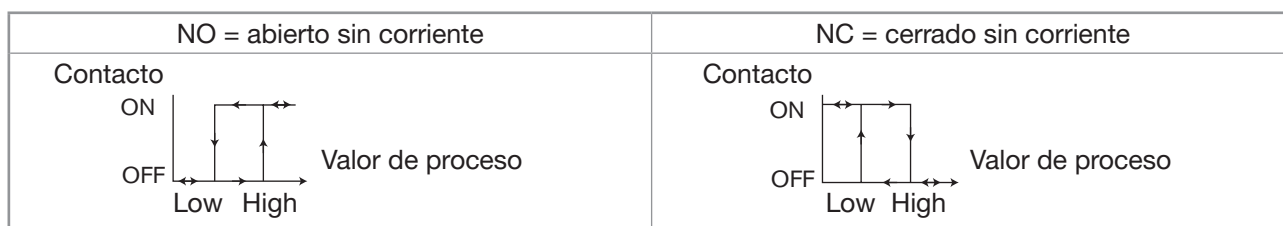
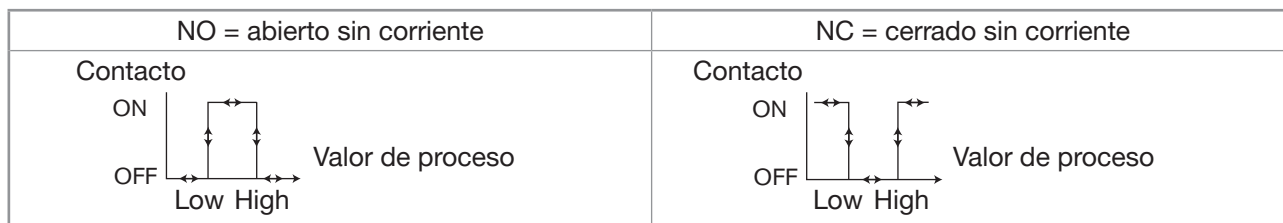

Imagen 34: Función de histéresis
Imagen 35: Función de ventana
**MODE:** Selección del modo de funcionamiento, histéresis o ventana, de la salida de transistor 1 o de la salida de transistor 2 (consulte Imagen 34 y Imagen 35).
**LOW:** Introducción del valor umbral inferior para la salida de transistor 1 o la salida de transistor 2 (consulte Imagen 34 y Imagen 35).
**HIGH:** Introducción del valor umbral superior para la salida de transistor 1 o la salida de transistor 2 (consulte Imagen 34 y Imagen 35).
**CONTACT:** Selección del tipo de contacto en estado de reposo (abierto sin corriente, NO, o cerrado sin corriente, NC) de la salida de transistor 1 de la salida de transistor 2 (consulte Imagen 34 y Imagen 35).
La conmutación se producirá cuando uno de los valores umbral, el superior o inferior (funciones "High" o "Low") se sobrepase durante un tiempo superior a dicho retardo (consulte Imagen 34 y Imagen 35). El retardo se aplica a ambos valores umbral de salida.